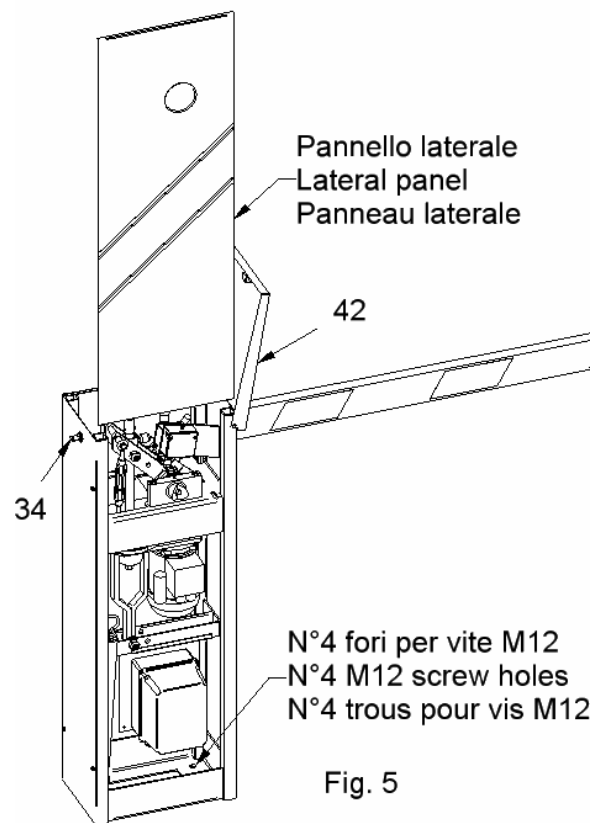

Fig. 5
2) **I** Appoggiare l'armadio sulla piazzola e fissarlo con 4 tasselli metallici o chimici utilizzando i 4 fori presenti sul fondo dell'armadio barra (se si dispone della base a murare bloccare l'armadio sulla base con i dadi in dotazione). Attenzione per accedere al fondo dell'armadio barra bisogna aprire il coperchio nero (pos.42) sbloccando la serratura (pos.34) e sfilare verso l'alto il pannello laterale in alluminio sul lato opposto a quello d'uscita dell'albero portante l'asta (fig. 5).
**GB** Support the closet on the platform and stare it with 4 metallic or chemical wedges using the 4 present holes on the bottom of the closet barrier (if there is the foundation plate fix the barrier on the base with the equipped dices). Warning: to access to the bottom of the barrier You have to open the black cover (pos.42) releasing the lock (pos.34) and unthread upward the side panel in aluminum on the opposite side to the exit one of the carrying tree the auction (fig. 5).
**F** Appuyer l'armoire sur la place et le fixer avec 4 tasseaux métalliques ou chimiques en utilisant les 4 trous présents sur le fond de l'armoire barriere (si on dispose de la plaque de scellement bloquer l'armoire sur la base avec les dés en dotation). Attention pour accéder au fond de l'armoire barriere il faut ouvrir le couvercle noir (pos.42) en débloquent la serrure (pos.34) et ôter vers le haut le panneau latéral en aluminium sur le côté opposé à celui de sortie de l'arbre portant la lisse (fig. 5).